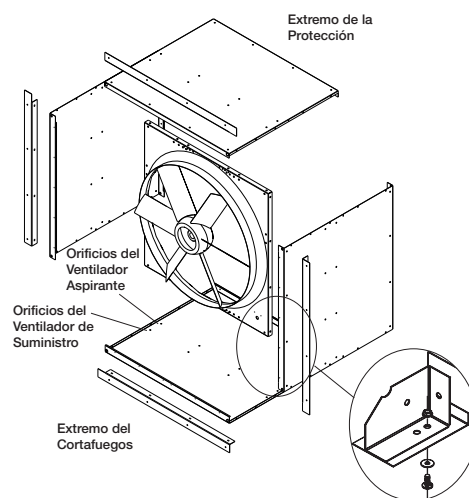

Figura 2 — Montaje
1. Determine si se utilizará un ventilador aspirante o de suministro en la carcasa de pared. Se proporcionan dos hileras de orificios para fijar los paneles de la carcasa de pared al panel del ventilador. Consulte la Figura 2.